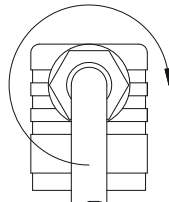

Abb. 11
- ↪ Drücken Sie das Innenteil ⑧ bis zum Einrasten in die Leitungsdose ②.
- ↪ Stecken Sie die Zentralschraube ⑥ in die Leitungsdose ② und ziehen Sie die Kabelverschraubung ⑤ an (⇒ Abb. 11).